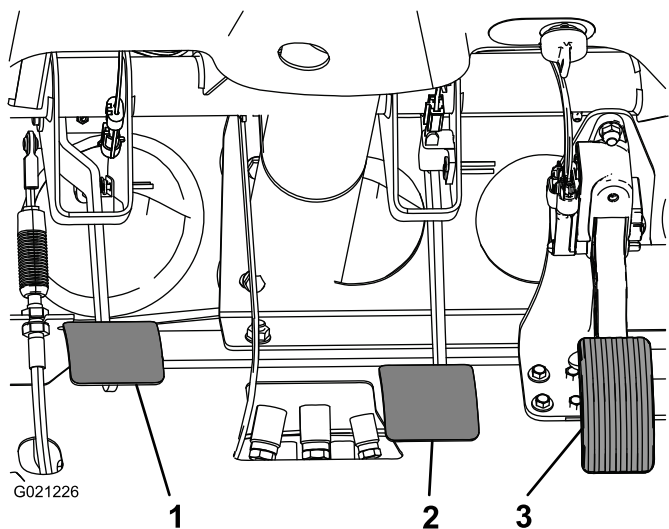

Figura 65
2. Tire hacia arriba del pedal de freno (Figura 65) hasta que entre en contacto con el bastidor.
3. Afloje las contratueras que fijan la horquilla al eje del cilindro maestro (Figura 65).